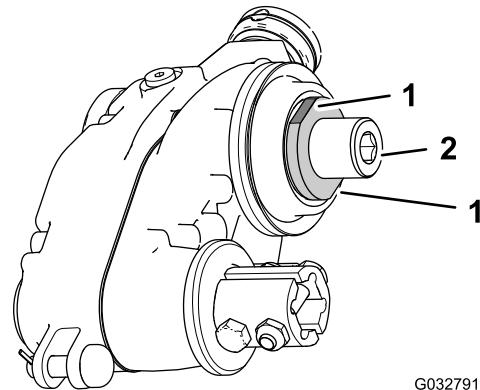

图7
**注意** 上紧滚刀适配器和驱动轴扭矩时用扳手夹紧驱动轴搭扳手的平面在疏草刀驱动箱的内侧 图7。